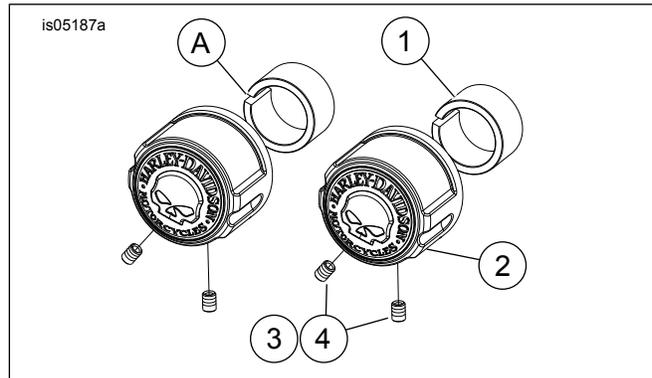
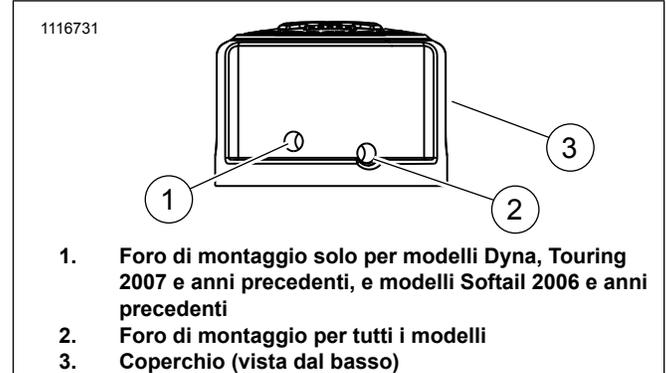

Figura 1. Kit coperchio dado asse anteriore
Figura 2. Installare il distanziale e il coperchio
1. Vedere Figura 1. Installare il distanziale (1) sul dado dell'asse e sull'albero dell'asse in modo che la scanalatura (A) nel distanziale sia puntata in posizione a ore 9.
2. Installare i coperchi dell'asse (2) sopra i distanziali in modo che il teschio sia in posizione verticale e diritta.
3. Vedere Figura 2. Installare le viti di blocco nei fori di montaggio (1 e 2). Serrare a fondo tutte e quattro le viti di blocco.
1. Vedere Figura 1. Eliminare i distanziali (1). Installare i coperchi dell'asse (2) direttamente sopra il dado dell'asse e l'albero dell'asse in modo che il teschio sia in posizione verticale e diritta.
2. Vedere Figura 2. Installare le viti di blocco nei fori di montaggio (1 e 2). Serrare a fondo la vite nel foro (1) e quindi serrare la vite nel foro (2).
1. Vedere Figura 1. Eliminare i distanziali (1). Vedere Figura 2. Installare la vite di blocco di 0,375 in uno dei coperchi del dado dell'asse usando il foro di montaggio (2). Installare il coperchio sul lato dado dell'asse.